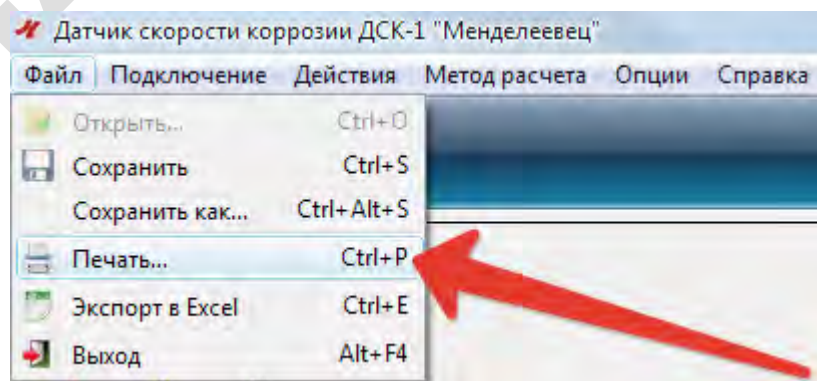

Рисунок 42 – Подпункт меню «Файл» - «Печать»
3.14.1 Функция «Печать» (рисунок 42) служит для подготовки вывода информации из программы на устройства печати.